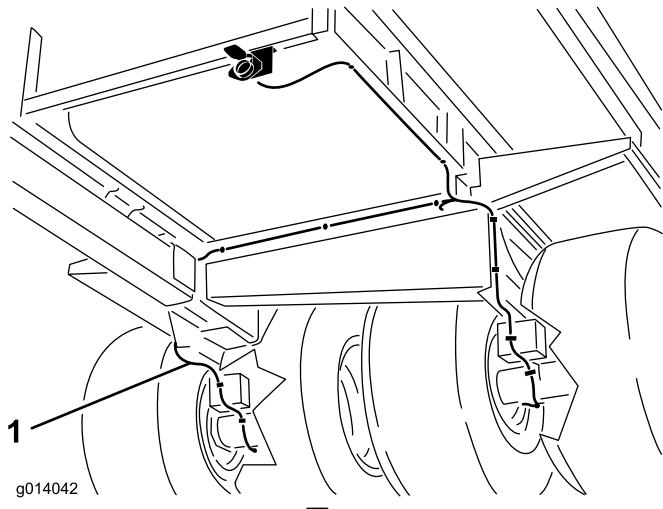

図 11
25. ハーネスについているクリップをフレームの取り付け穴に差し込んで、ハーネスを固定する(図 11)。
注 機体にハーネス・クリップ用の穴がない場合には、クリップの付いている位置に、直径 9 mm の穴をドリルで 7 個開ける(図 11)。